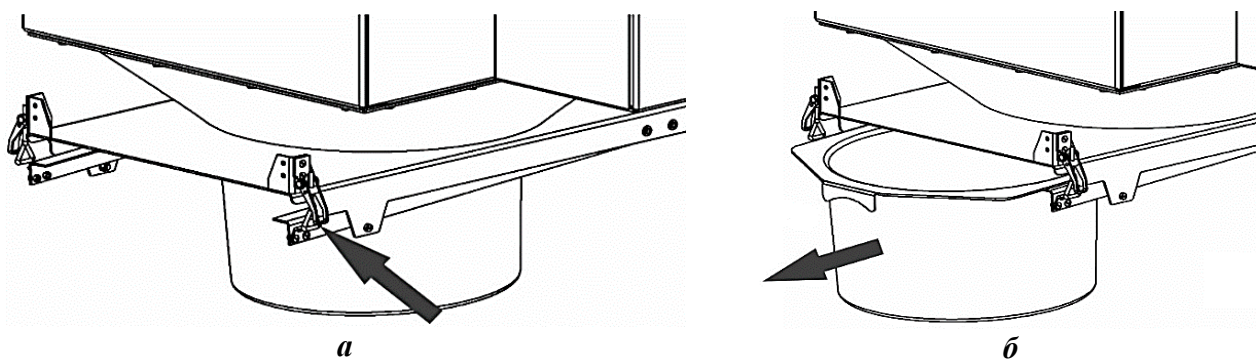

Рисунок 5
- 1) разжать защёлки на кронштейне пылесборников (рисунок 5а);
- 2) поочерёдно опустить прижимные пластины, выдвинуть и снять пылесборники (рисунок 5б);